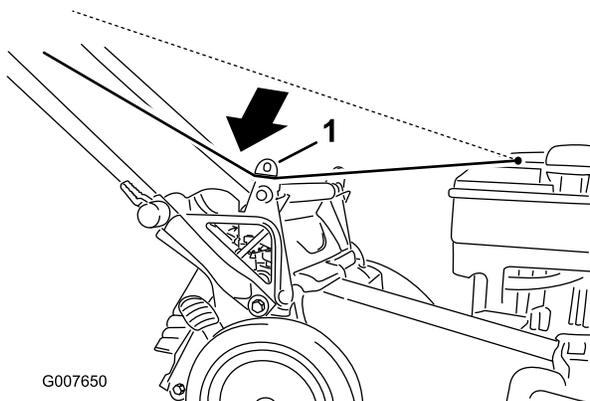

Bild 26
1. Verlegen Sie das Starterkabel um die untere Kabelführung (Bild 26).